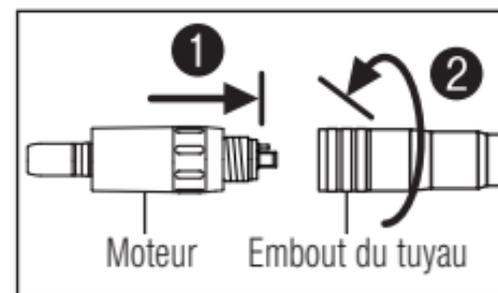

Fig. 2
- 1 Insérez correctement le moteur dans le connecteur du tuyau et serrez l'embout du tuyau (Fig. 2).